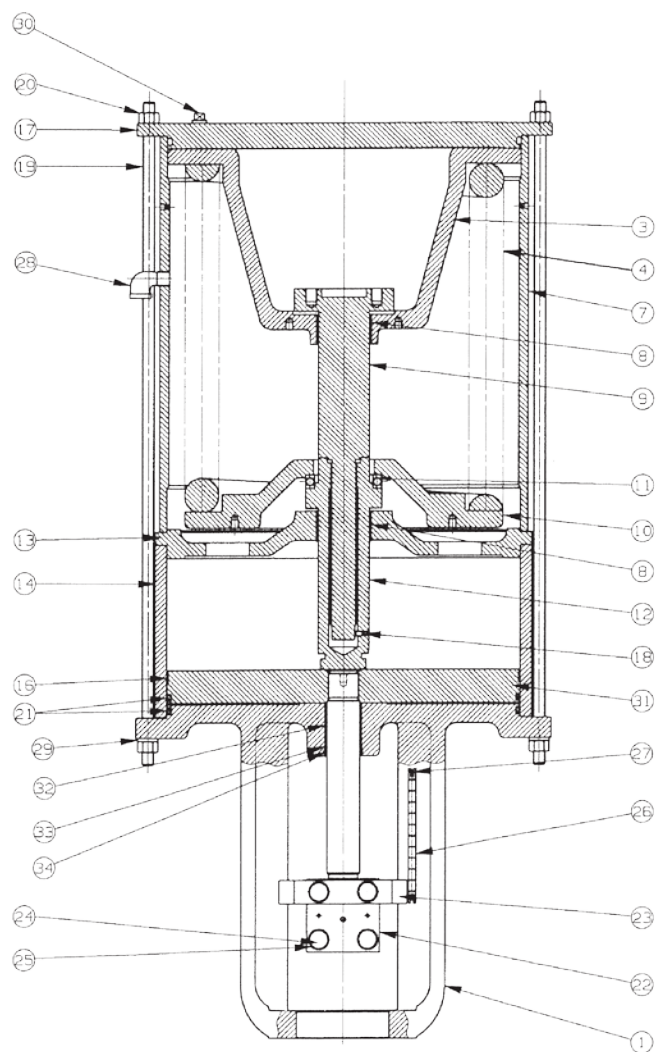

**Figura 15**
## Cómo realizar una conexión de aire para retraer (modelo 53) (Figura 15)
2. Conecte los tubos del panel de carga a la horquilla (1), que se encuentra integrada en la conexión de la placa inferior.
3. Retraiga el vástago del actuador neumáticamente o con un volante aproximadamente 0,1 pulg. (2 mm), utilizando la escala de recorrido visual como se muestra en la Figura 15.
4. Ensamble la abrazadera dividida (22).